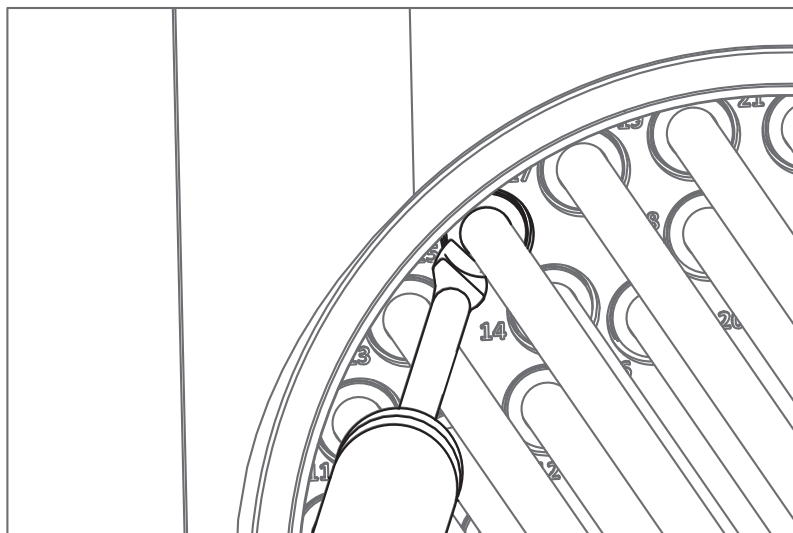

Рис. 7-7: Механизм разблокировки трубок
3. Отсоедините все трубки от поворотного клапана. С помощью отвертки нажмите на черную кнопку разблокировки и извлеките трубку (Рис. 7-7). **Перед отсоединением трубок убедитесь, что они пронумерованы.**